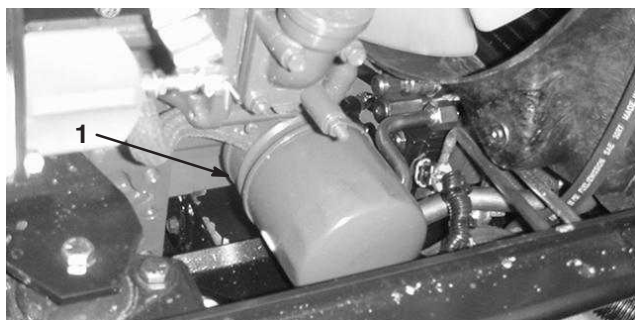

Bild 47
2. Entfernen Sie den Motorölfilter (Bild 47). Ölen Sie die neue Dichtung am Ölfilter leicht mit frischem Öl ein, bevor Sie den Filter eindrehen. **Ziehen Sie nicht zu fest.**